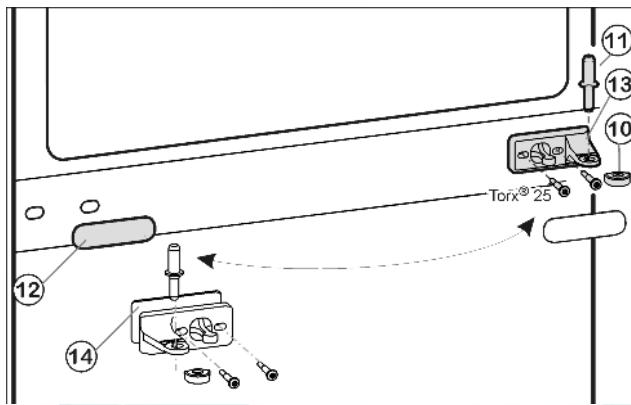
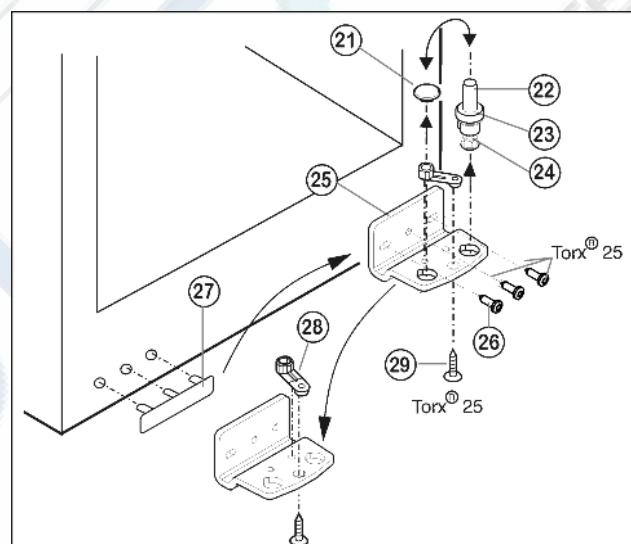

Fig. 5
Fig. 6
- ▶ Вытащите из опорного кронштейна и нижней дверцы средний опорный винт Fig. 5 (11).
- ▶ Снимите пластмассовый колпачок Fig. 5 (10).
- ▶ Открутите средний опорный кронштейн Fig. 5 (13)(2 шт. Torx® 25).
- ▶ Осторожно снимите накладку Fig. 5 (12).
- ▶ Прикрутите средний опорный кронштейн Fig. 5 (13) с подкладкой Fig. 5 (14) с поворотом на 180° на новую сторону шарнира (**с моментом 4 Нм**).
- ▶ Защелкните накладку Fig. 5 (12), повернув на 180 °, на стороне, где теперь будет ручка.
- ▶ Извлеките опорный винт Fig. 6 (22) в комплекте с шайбой Fig. 6 (23) и регулируемой опорой Fig. 6 (24), вытягивая его вверх.
- ▶ Снимите пробку Fig. 6 (21).
- ▶ Открутите Fig. 6 (26) опорный кронштейн Fig. 6 (25).
- ▶ Открутите Fig. 6 (29) опорную деталь Fig. 6 (28) и, перевставив в отверстие на противоположной стороне опорного кронштейна, снова прикрутите.
- ▶ Осторожно снимите и переставьте на противоположную сторону крышку со стороны ручки Fig. 6 (27).
- ▶ Снова прикрутите опорный кронштейн Fig. 6 (25) на новой стороне шарнира (**с моментом 4 Нм**). При необходимости используйте аккумуляторный шуруповерт.
- ▶ Переставьте пробку Fig. 6 (21) в свободное отверстие.
- ▶ Вновь установите опорный винт Fig. 6 (22) в комплекте с шайбой и регулируемой опорой. При этом фиксатор должен быть направлен назад.
- ▶ Установите нижнюю дверцу сверху на нижний опорный винт Fig. 6 (22).
- ▶ Снова наденьте пластмассовый колпачок Fig. 5 (10) на средний опорный кронштейн Fig. 5 (13).
- ▶ Вставьте средний опорный винт Fig. 5 (11) на новой стороне шарнира через средний опорный кронштейн Fig. 5 (13) в нижнюю дверцу.
- ▶ Установите верхнюю дверцу на средний опорный винт Fig. 5 (11).
- ▶ При необходимости выровняйте дверцы через два продольных паза в нижнем опорном кронштейне Fig. 6 (25) и среднем опорном кронштейне Fig. 5 (13) параллельно корпусу устройства. Для этого выкрутите средний винт на нижнем опорном кронштейне Fig. 6 (25).